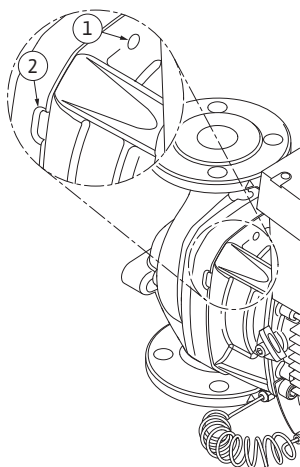

Fig. 53: Navojni otvori i prorezi za izbacivanje utičnog sklopa sa kućišta pumpe
13. Utični sklop (vidi Fig. 13) izbaciti sa kućišta pumpe. Za ovo se preporučuje korišćenje dva navojna otvora (Fig. 53, poz. 1), pre svega da bi se olabavio nosač. Da bi olabavio nosač, odgovarajuće zavrtnje navrteti u navojne otvore. Ako je utični sklop pokretljiv, za izbacivanje se mogu dodatno koristiti prorezi (Fig. 53, poz. 2) između kućišta pumpe i laterne (tada npr. postaviti dva odvijača i koristiti ih kao poluge). Nakon istiskivanja od oko 15 mm, utični sklop više ne ulazi u kućište pumpe.